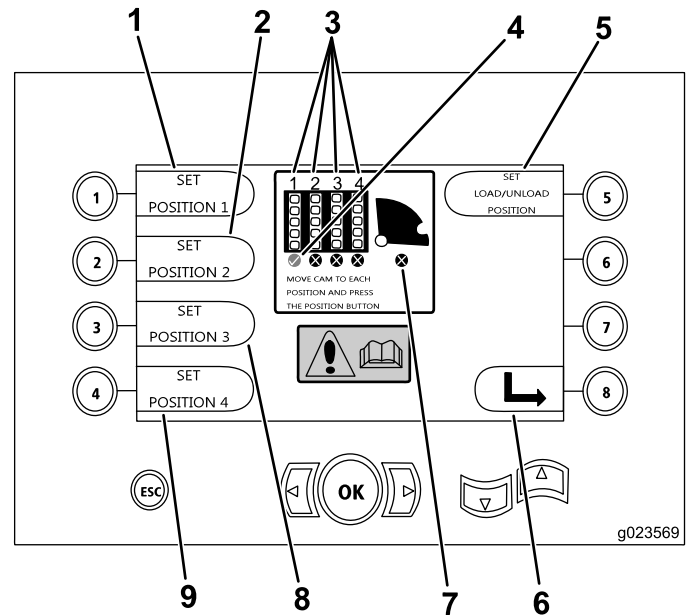

Figura 30
- Botón 1 – Fijar la posición 1 (Figura 30)
- Botón 2 – Fijar la posición 2 (Figura 30)
- Botón 3 – Fijar la posición 3 (Figura 30)
- Botón 4 – Fijar la posición 4 (Figura 30)
Para fijar la posición de carga o descarga, pulse el botón 5 (Figura 30).